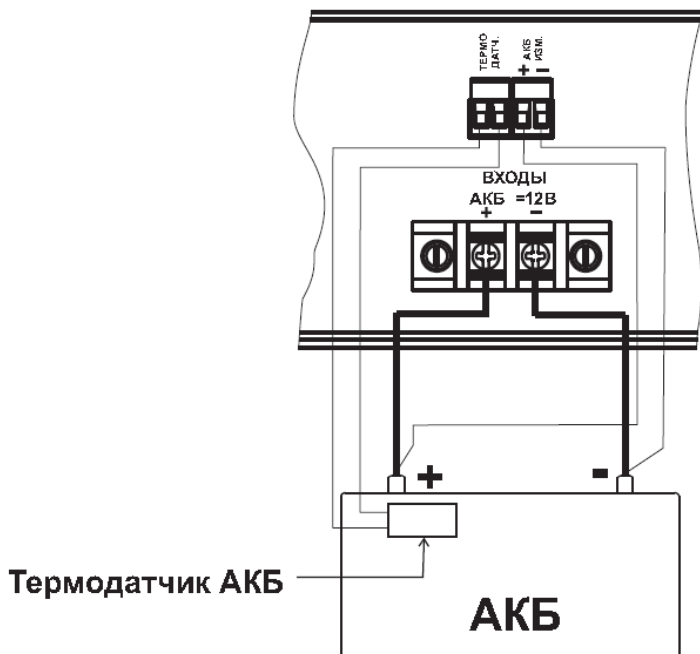

Рисунок 5 – Подключение АКБ и термодатчика АКБ.
- ♦ Подключите к источнику, **соблюдая полярность**, кабель для подключения внешней АКБ номинальным напряжением 12В (см. рисунок 5) (входит в комплект поставки):
- ♦ При необходимости термокомпенсации напряжения заряда АКБ подключите термодатчик к соответствующим контактам колодки «ВХОДЫ». Чувствительный элемент термодатчика закрепите на корпусе внешней АКБ в непосредственной близости от клеммы «+» с помощью липкой ленты. Для корректной работы термодатчика необходимо обеспечить плотное прилегание чувствительного элемента датчика к поверхности корпуса батареи (см. рисунок 5).